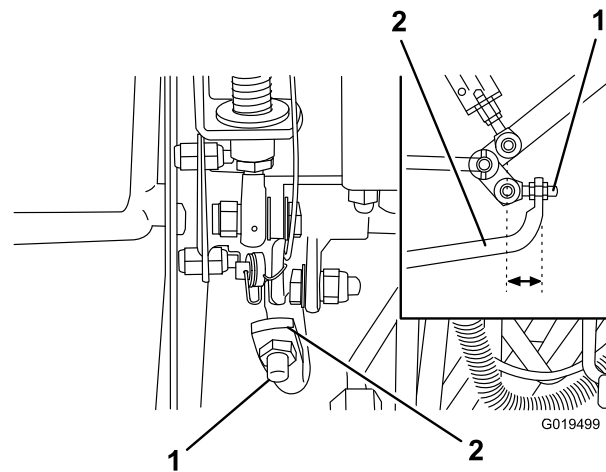

Figura 69
4. Regolate i controdadi dal lato asta della pompa per muovere in avanti il tubo di controllo della pompa ed eliminare lo spostamento in avanti, o per muoverlo indietro ed eliminare lo spostamento indietro (Figura 69).